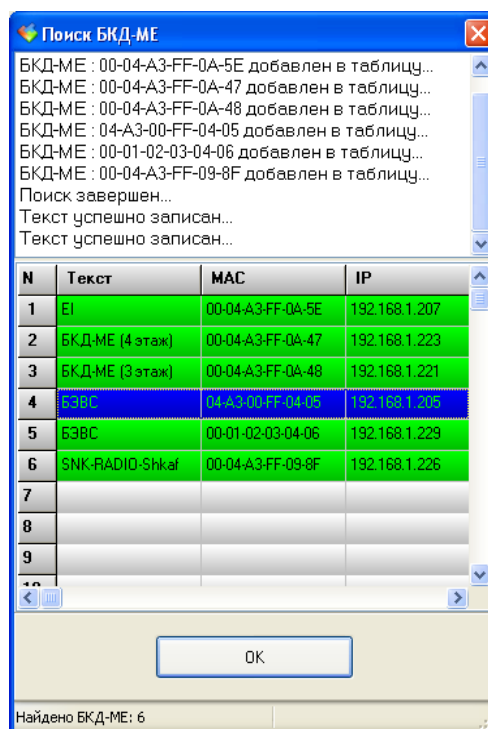

Рисунок 8 - Окно "Поиск БКД-МЕ"
5. Откроется окно «Поиск БКД» и будет выполнен поиск всех подключенных к сети блоков БЭВС (рисунок 8). Выбрать требуемый БЭВС и в контекстном меню нажать кнопку «Изменить».